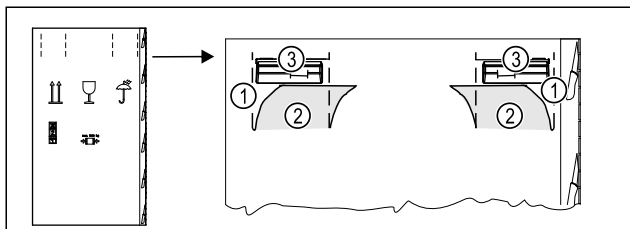

Fig. 4
- ▶ Apăsați în interior cartonul de ambalare sus la perforație Fig. 4 (1).
- ▶ Extrageți lamelele apăsate în interior Fig. 4 (2).
- ▶ Mânerul de transport Fig. 4 (3) dreapta și stânga este vizibil.
- ▶ Țineți aparatul de mânerul de transport Fig. 4 (3).